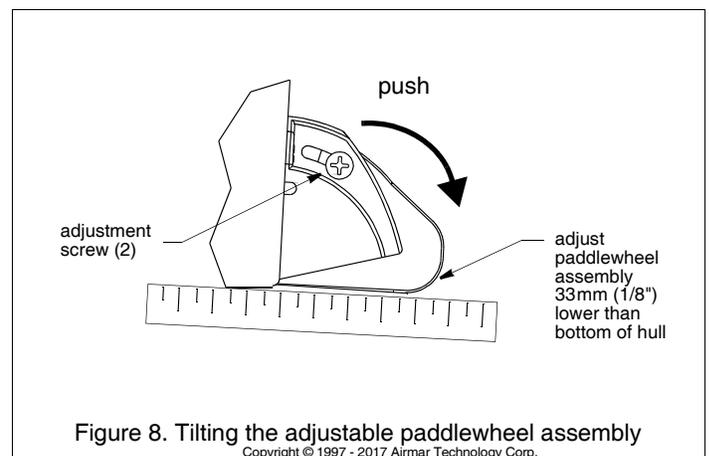

Figure 8. Tilting the adjustable paddlewheel assembly
- a. 水中でのセンサーの角度を大きくする。調整可能なパドルホイールアセンブリを 2° ~ 3° 、または船底より3mm (1/8インチ) 低くなるまで傾ける (図8)。